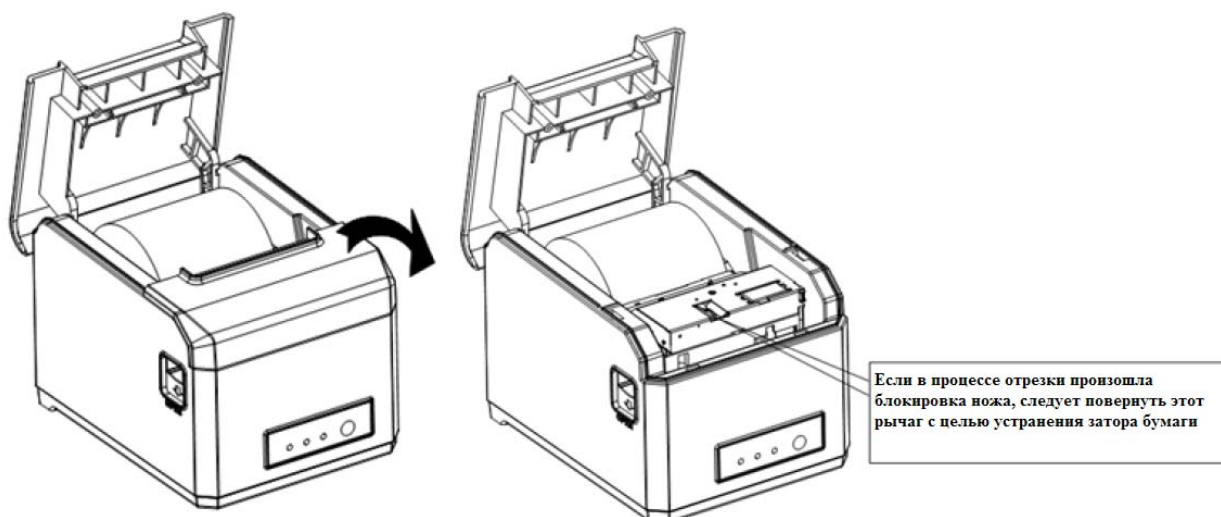

Рисунок 2.5 – Устранение затора бумаги
2.7.2 Если действия по п. 2.7.1 не привели к устранению затора, следует открыть крышку бункера (рисунок 2.5). Вращая шестеренку ножа ТПУ, верните его в исходное положение.